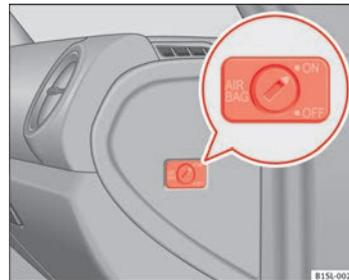

Fig. 49 Sul lato del passeggero: interruttore a chiave per attivare e disattivare l'airbag frontale del passeggero
- Aiutandosi con la chiave del veicolo, girare l'interruttore della chiave in posizione **OFF** ⇒ fig. 49.
- Aiutandosi con la chiave del veicolo, girare l'interruttore della chiave in posizione **ON** ⇒ fig. 49.